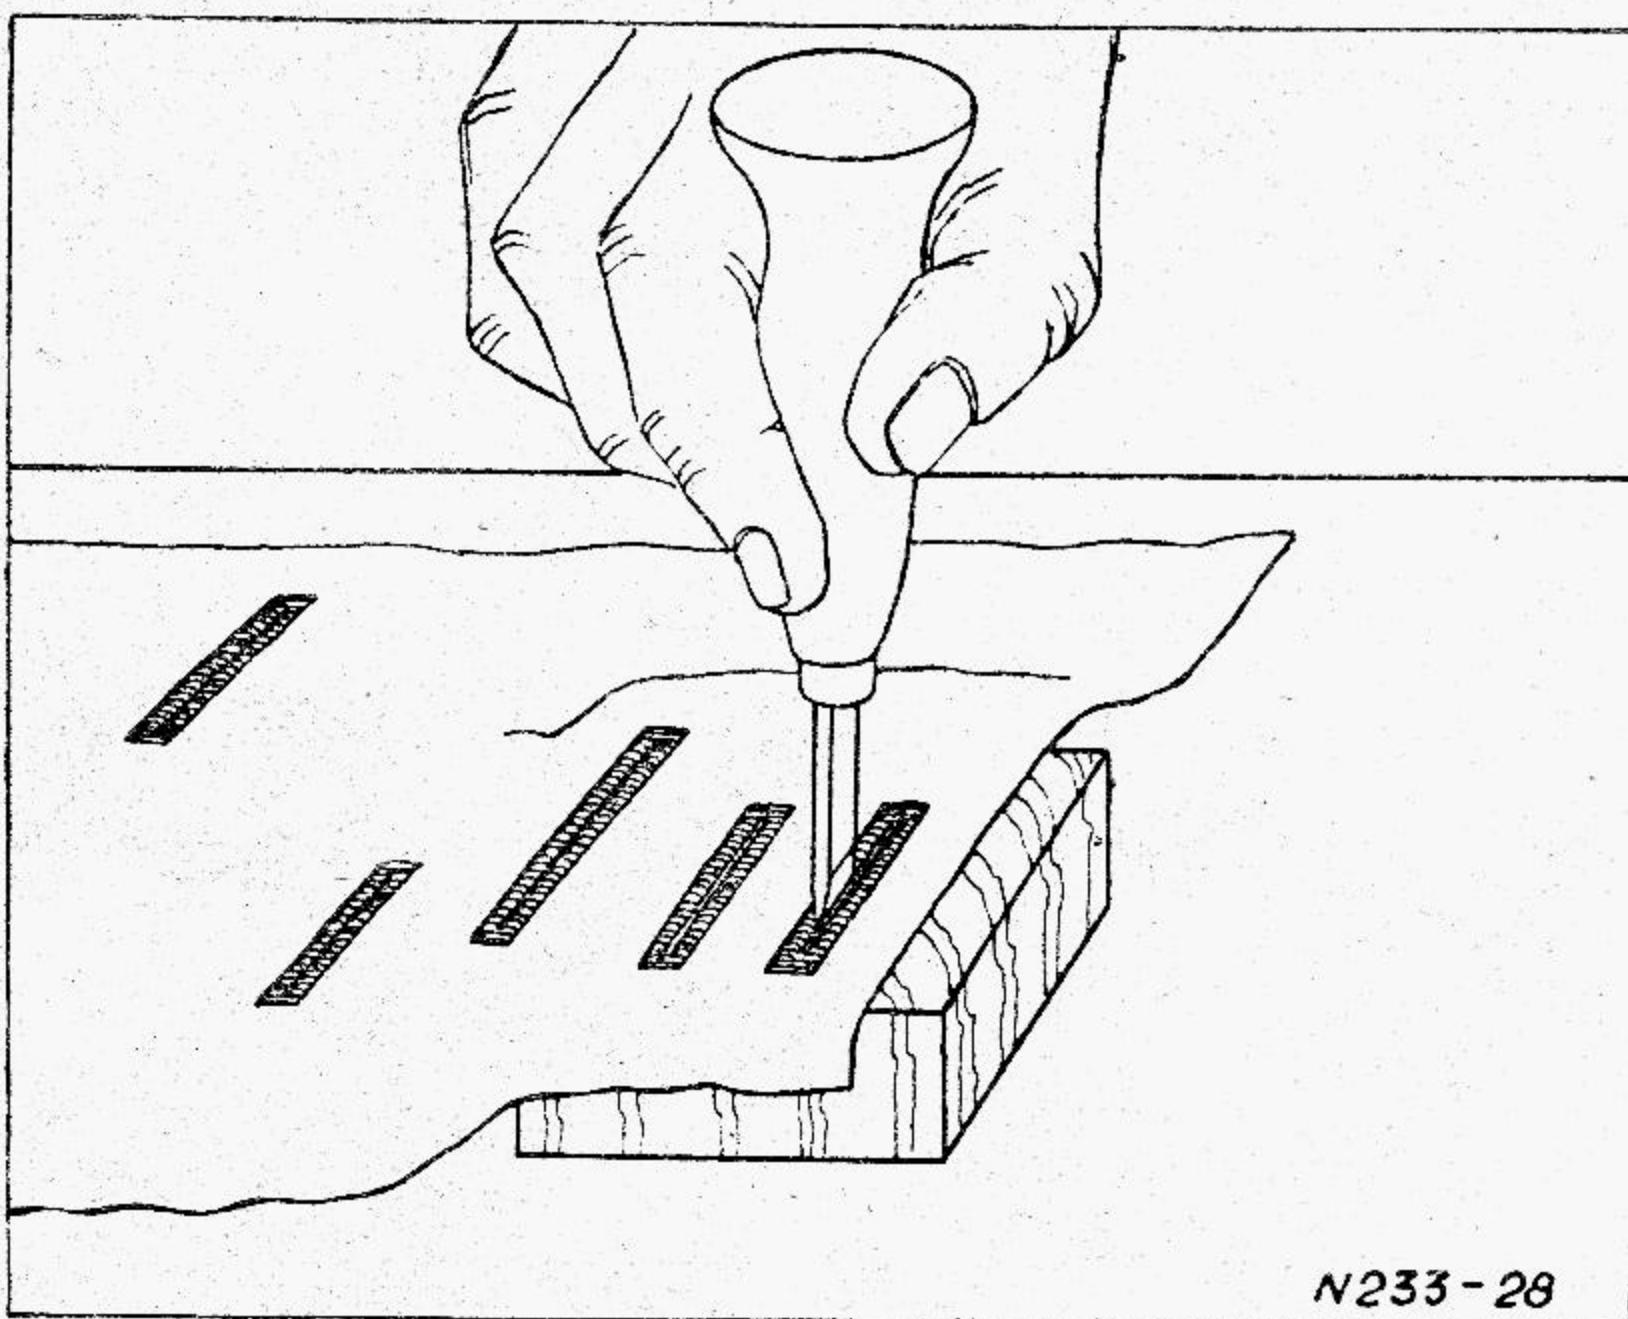

Рис. 28.
10. Укладывают изготовленную петлю на деревянную подкладку и долотом прорубают ткань среди гусеничных стежков (рис. 28).